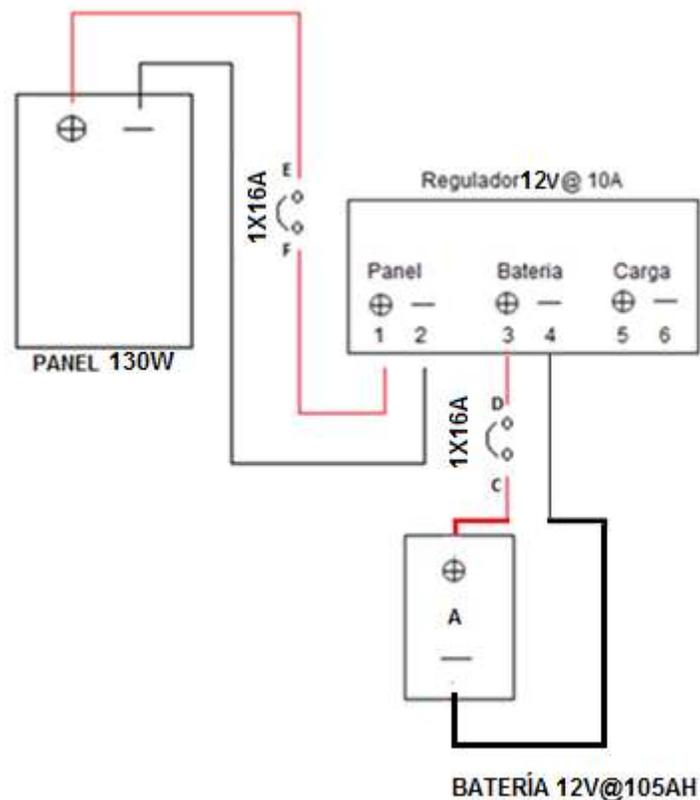

Imagen 2
- Conecte (x) Mt de cable rojo desde el polo positivo de la batería (A), hasta la bornera (C) del breaker de 1x16A, y desde la bornera (D) del breaker hasta la bornera positiva (3) del regulador, lo mismo se realiza conectando el cable blanco entre el polo negativo de la batería (A) y la bornera negativa (4) del regulador.
Paso 2 : Conecte el panel como se ilustra en la imagen 2.